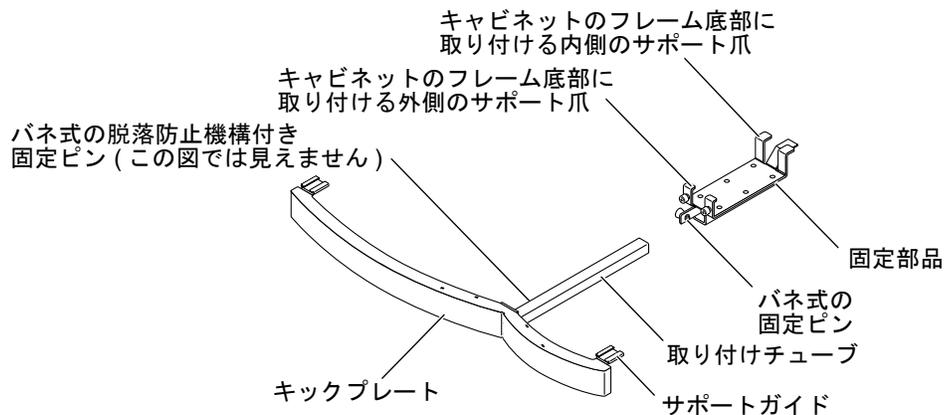

図 2-39 キックプレート部品
1. 取り付けチューブの左側にあるバネ式の脱落防止機構付き固定ピンを引きながら回して緩め、キックプレート部品を固定部品から外に引き出します (図 2-39)。